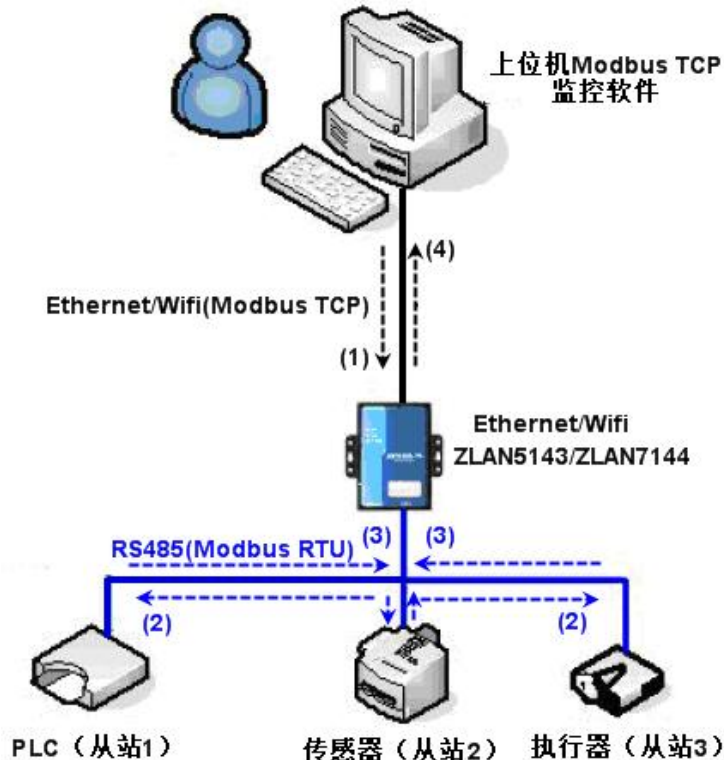

图 45 存储型 Modbus 网关工作方式
如图 45 所示：普通的 Modbus TCP 数据流方向为 (1) \rightarrow (2) \rightarrow (3) \rightarrow (4)。即先将 Modbus TCP 指令转化为 Modbus RTU 的对应指令，然后设备应答 Modbus RTU 指令给 Modbus 网关，然后 Modbus 网关再次转化为 Modbus TCP 发送给监控上位机。